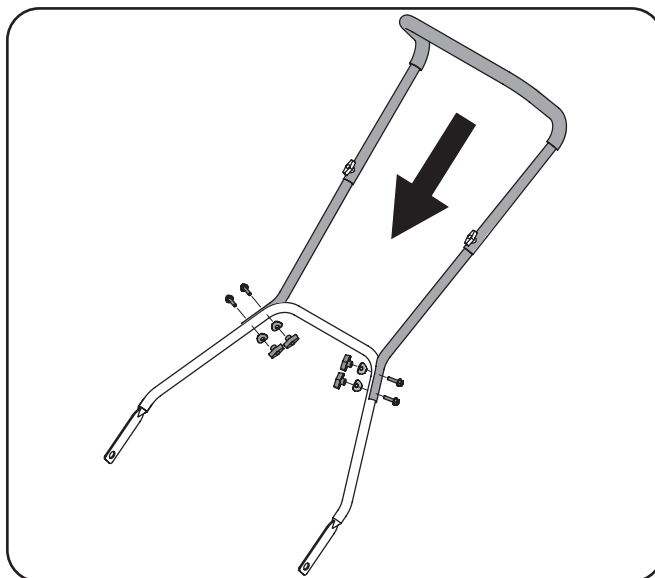

Figure 3-2
2. Attachez le guidon assemblé au paragraphe 1 sur le guidon inférieur avec quatre boulons ordinaires, quatre rondelles en forme de selle et quatre boutons à oreilles. Voir la Fig. 3-2.